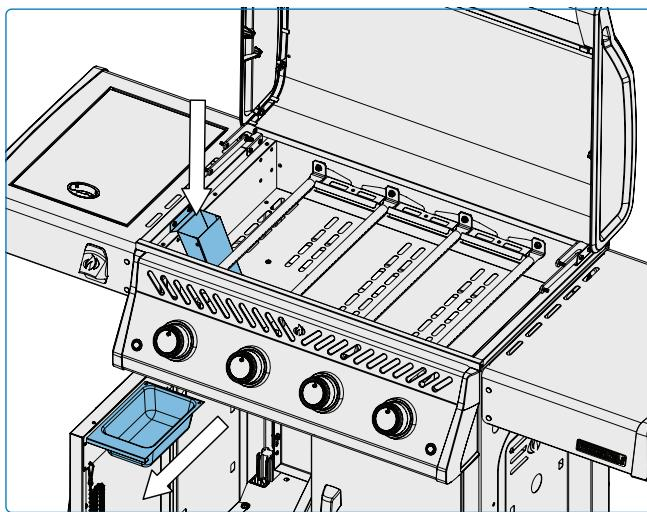

Fig. 11
1. Una volta che l'apparecchio si è raffreddato completamente, rimuovere con cautela il vassoio di raccolta direttamente dal carrello dell'apparecchio senza inclinarlo. (Fig. 11).